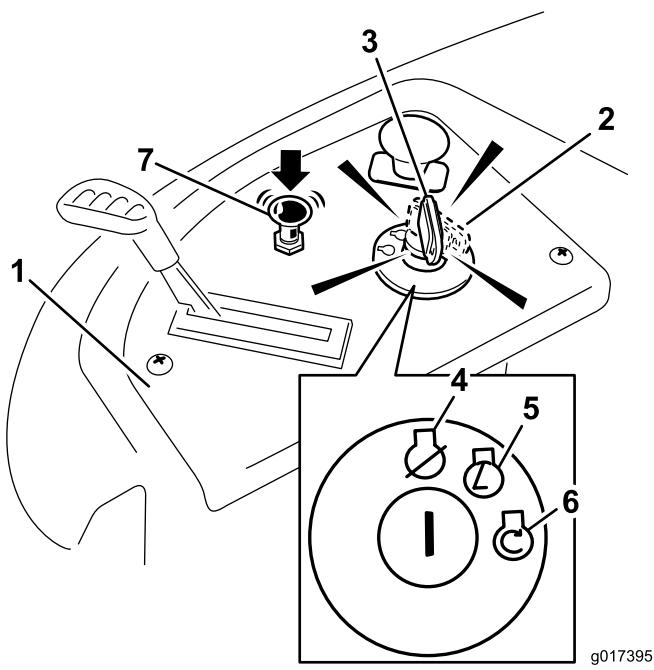

Figura 14
4. Gire la llave de contacto a Arranque para activar el motor de arranque. Cuando el motor arranque, suelte la llave (Figura 14).
5. Despues de que el motor arranque, presione hacia abajo el control del estarter (Figura 14). Si el motor se cala o funciona irregularmente, tire hacia arriba del control del estarter y deje el motor en marcha durante unos segundos. Pues presione hacia abajo el control del estarter. Repita este procedimiento tantas veces como sea necesario.
3. Gire la llave de contacto a la posición de Desconectado (Figura 14) y retire la llave.